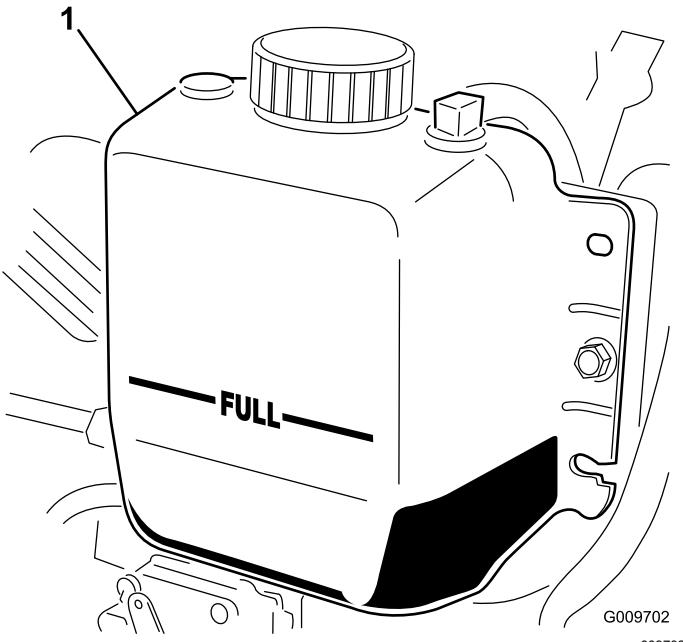

Figure 35
2. Vérifiez le niveau du liquide de refroidissement dans le radiateur. Le radiateur doit être rempli jusqu'en haut du goulot de remplissage et le vase d'expansion jusqu'au repère maximum (Figure 35).